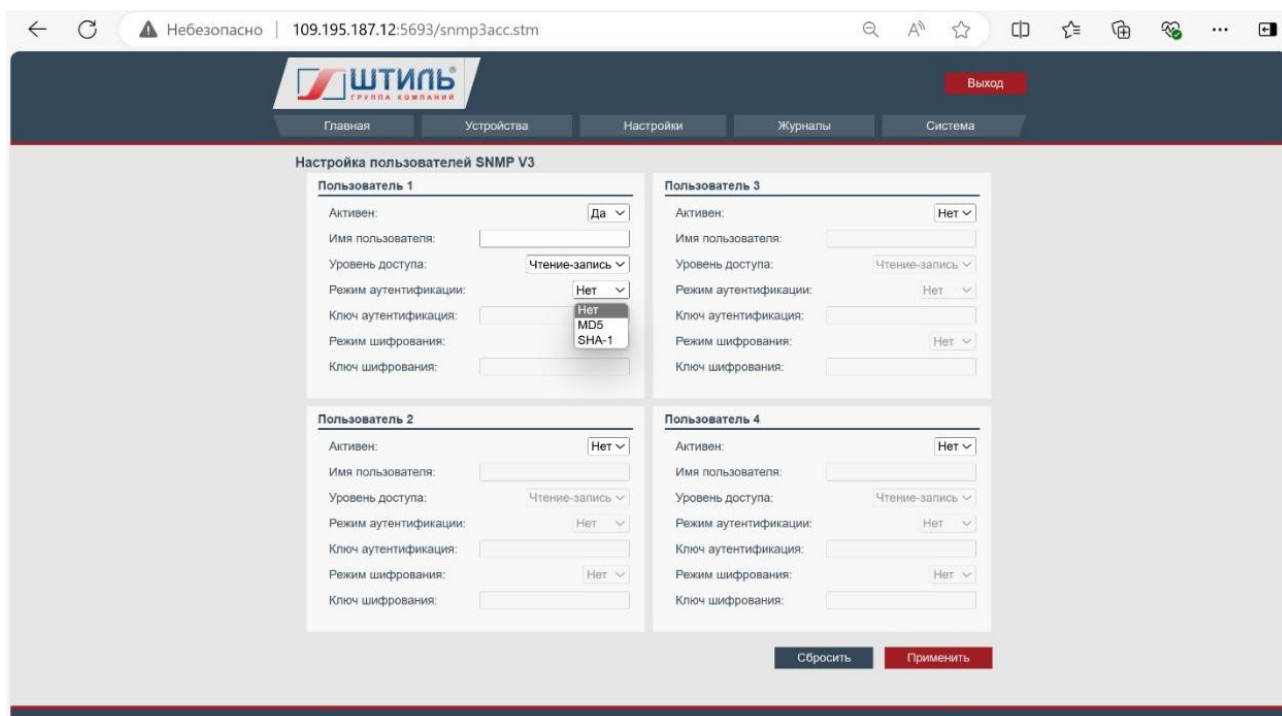

Рисунок A16 - Выбор ключа аутентификации пользователя
- выбирается ключ аутентификации пользователя (см. рис. A16);